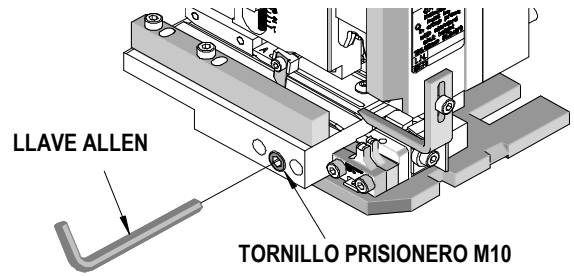

Figura 2-10
2. Para colocar el riel guía de terminales adentro o afuera, primero utilice una llave hexagonal de 5 mm para aflojar el perno de sujeción M10 ubicado al frente del riel guía. Véase la Figura 2-10.